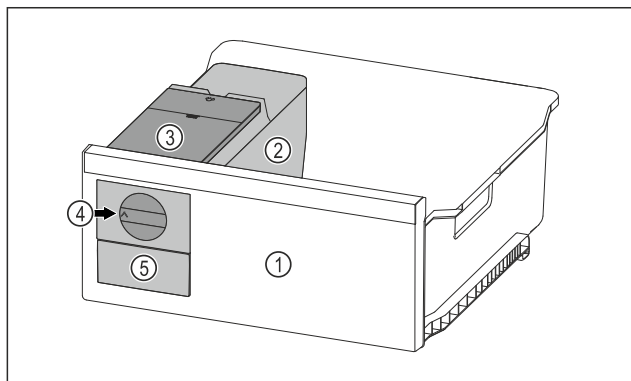

Fig. 109 Ilustrační zobrazení
- ▶ Otočte otočný knoflík Fig. 109 (4) ve směru hodinových ručiček až na doraz.
- ▶ Kostky ledu padají z misky na kostky ledu do zásuvky na kostky ledu Fig. 109 (5). Pokud se ze misky na kostky ledu neuvolní všechny kostky ledu: